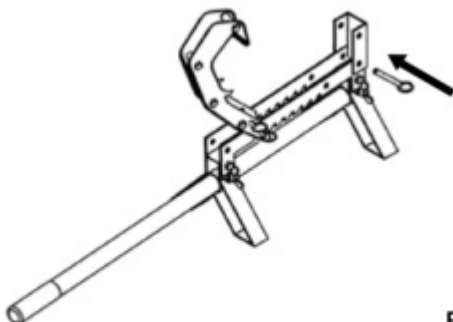
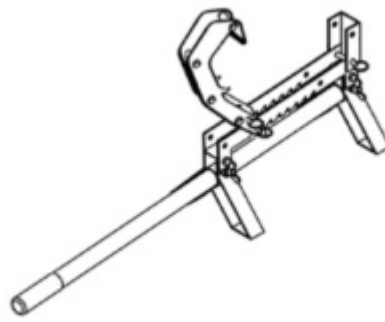

Figure 6
Figure 7
6. Enfin, montez l'extrémité sur l'ensemble du support à l'aide du boulon (M10*65). Comme indiqué dans la Figure 6 et la Figure 7
9. Enfin, fixez l'extrémité sur l'ensemble du support par une goupille (10x65mm). Comme indiqué dans la Figure 6 et la Figure 7.